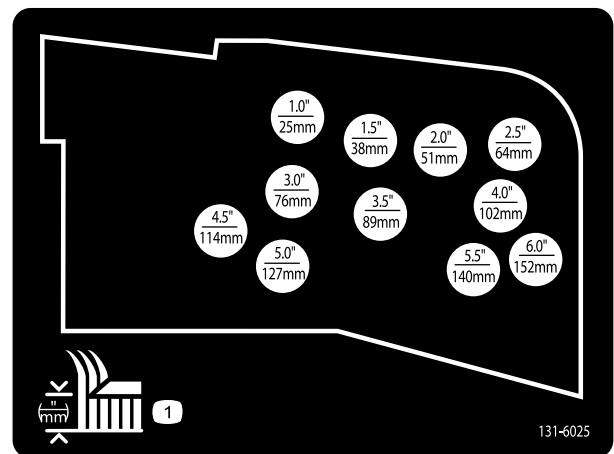

Bild 19
10. Montieren Sie die Schnitt höhenketten im gewünschten Schnitt höhenloch und befestigen sie mit dem Splint und dem Lastösenbolzen (Bild 19).